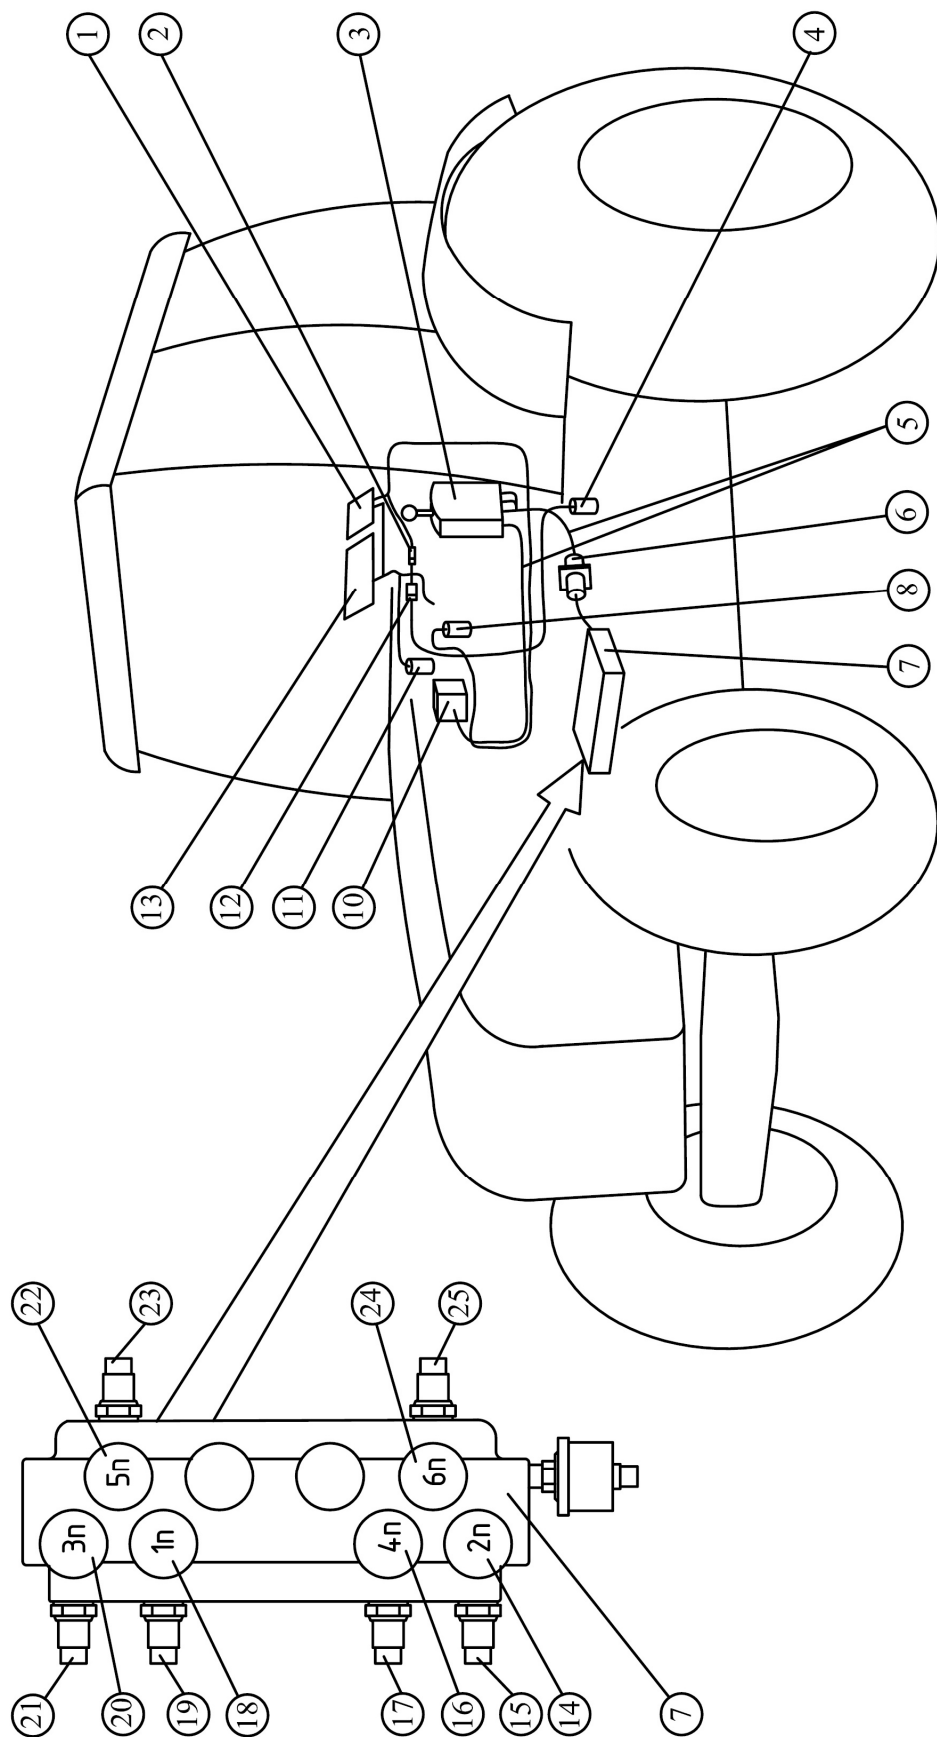
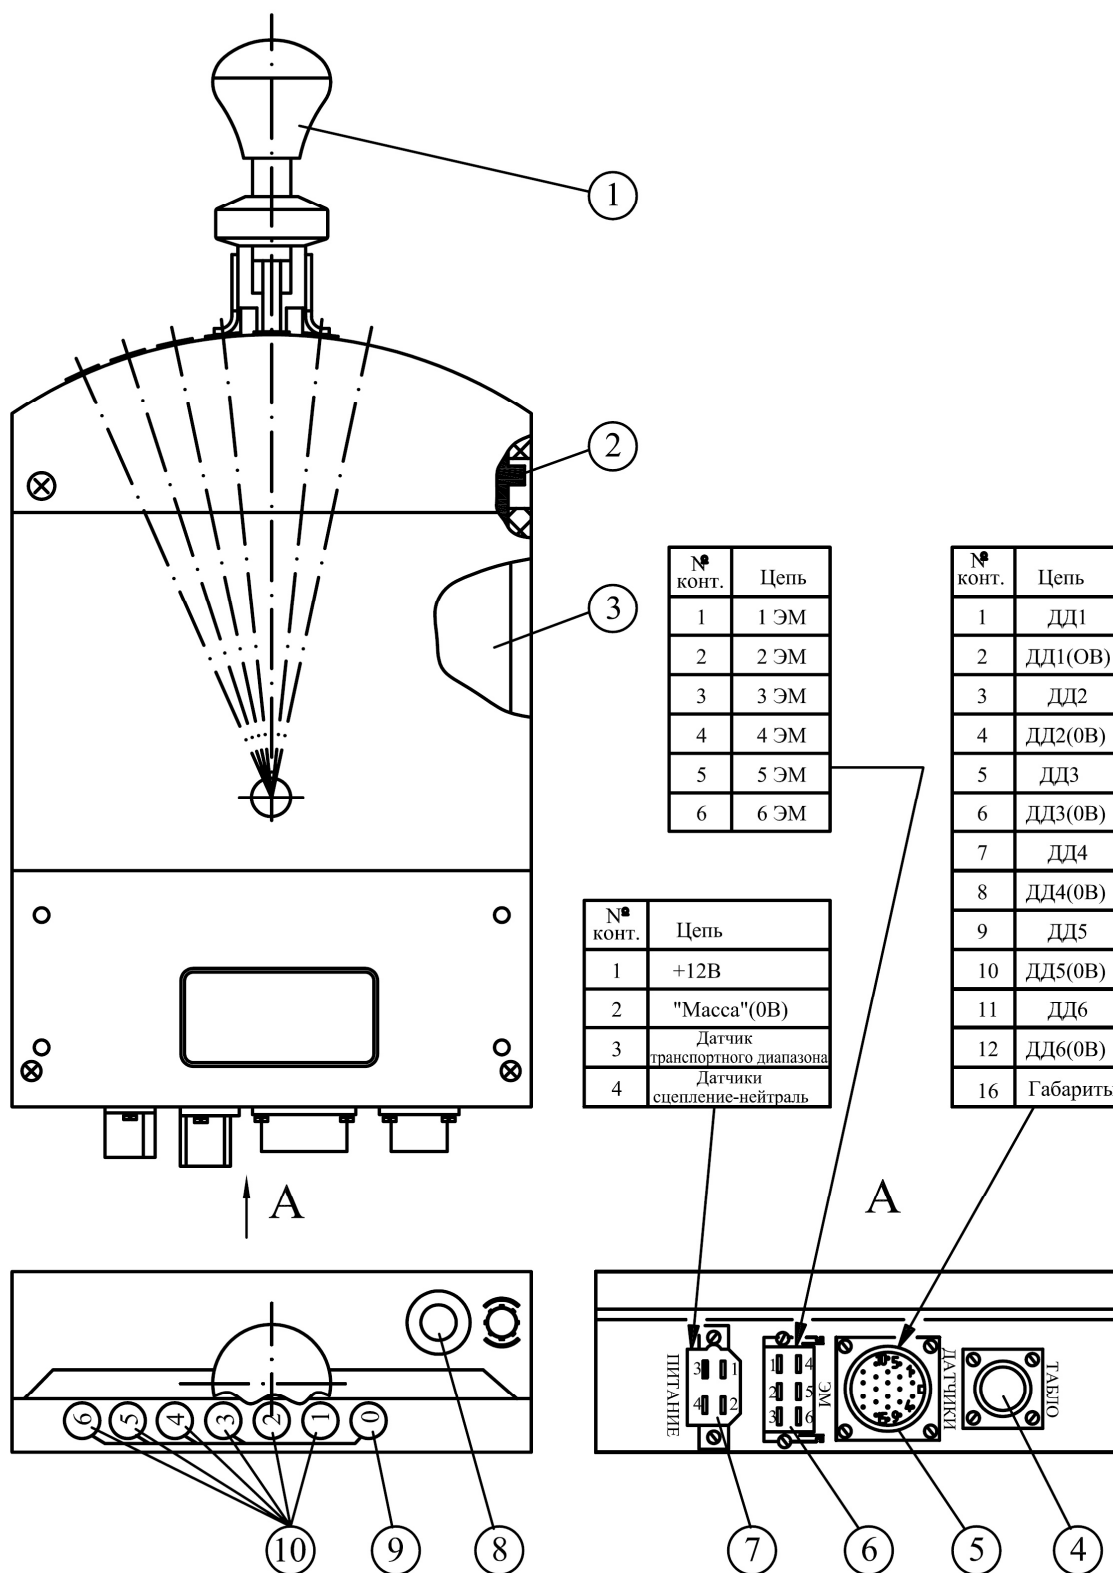

Рис.5.3-14 Система управления переключения передач:
Рис. 5.3-15 Пульт управления переключением передач ПУ – 3М:
Электрическая часть системы управления переключением передач (рис. 5.3-14) состоит из пульта управления 3, расположенного в кабине справа от водителя; электрогидрораспределителей 14, 16, 18, 20, 22, 24 с электромагнитами и датчиков давления 15, 17, 19, 21, 23, 25, установленных на плите 7 распределителя гидросистемы трансмиссии, расположенной сверху на корпусе сцепления; табло 10, установленного справа от щитка приборов; датчика 8 выключенного состояния муфты сцепления, установленного в кабине над педалью сцепления; датчика 4 нейтрали диапазоного редуктора, установленного с правой стороны на корпусе коробки передач и использующегося также в системе электрооборудования для блокировки запуска дизеля; датчика 11 транспортного (D) диапазона, установленного в кабине возле рычага переключения диапазонов и использующегося также в системе управления БД, ПВМ и ПВОМ; соединительных жгутов 5 со штепсельным тридцатисемиконтактным разъемом 6, находящимся под кабиной, и соединительной колодки 2.
Пульт управления ПУ-3М (рис. 5.3-15) со встроенным микропроцессорным контроллером 3 содержит рукоятку 1 переключения передач, которая имеет семь фиксированных положений: 0-1-2-3-4-5-6.
Электрогидрораспределители 14, 16, 18, 20, 22, 24 (рис.5.3-14) управляют потоком масла, подводимого к фрикционным муфтам включения передач КП. Дискретные датчики давления 15, 17, 19, 21, 23, 25, срабатывающие (замыкающие контакты) при давлении свыше 0,6...0,8 МПа, установлены в гидролиниях включения фрикционных муфт (на соответствующих выходах электрогидрораспределителей).
Для облегчения переключения диапазонов предусмотрена возможность подтормаживания КП включением одновременно двух передач – первой и шестой, при условии, что коробка передач отсоединена от двигателя (выключено сцепление) и от колес трактора (диапазонный редуктор в нейтрали). Задание данного режима производится вручную нажатием на кнопку 8 пульта (рис.5.3-15), что индицируется на табло символом «Р». При этом режим задается на время 5 секунд. Подтормаживание КП включается во время отсчета указанного интервала при наличии одновременно следующих условий: диапазонный редуктор находится в нейтрали и выжата педаль сцепления (сработали датчики 4 и 8, рис.5.3-14); рычаг переключения диапазонов не находится в положении транспортного (D) диапазона (сработал датчик 11). Подтормаживание КП индицируется на табло буквой «Р», при этом на пульте должны загореться сигнализаторы «1» и «6», срабатывающие от соответствующих датчиков давления 19 и 25.
Положение рукоятки	Номер позиции электрогидрораспределителей по рис. 5.3-14
В системе предусмотрена возможность аварийного включения второй передачи в случае отказа (выхода из строя) микропроцессорного контроллера пульта управления. Для этого необходимо снять находящуюся на задней стенке пульта крышку и перевести аварийный переключатель 2 (рис. 5.3-15) в нижнее положение. При этом на пульте загораются два сигнализатора: «0» и «2». В этом случае электронная часть пульта и табло обесточиваются, а напряжение бортовой сети напрямую через указанный переключатель подается на электромагнит второй передачи.